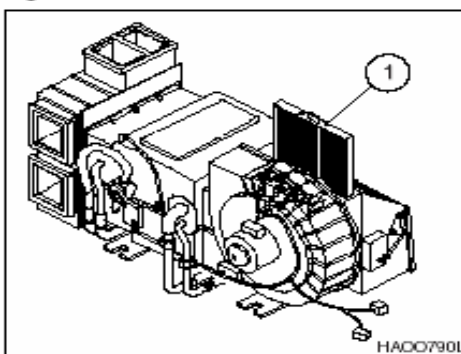

Figura 57
5. Retire el elemento del filtro (1, Figura 57) e inspecciónelo para tratar de localizar posibles desperfectos.